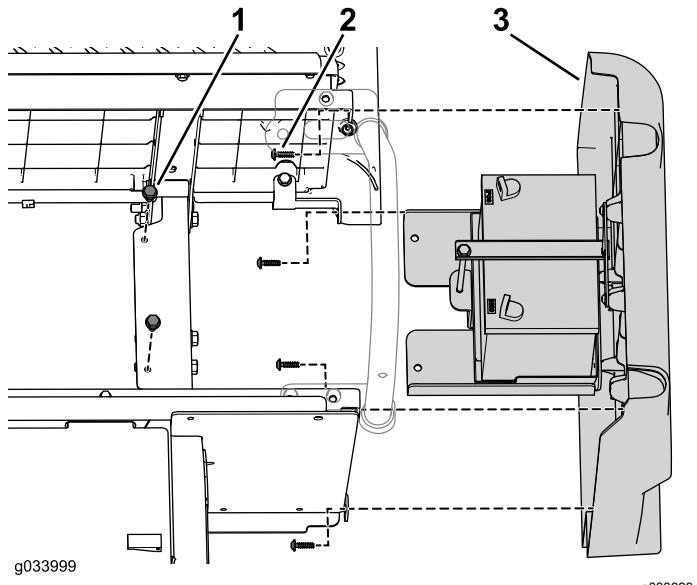

图8
8. 卸下将电池托盘固定到机架的 2 个凸缘头螺栓图8。
9. 拧下将右侧面板固定到下座椅组件的 4 个螺丝图8。
- 用之前卸下的 4 个螺丝固定右侧面板 图8。
- 用之前卸下的 2 个凸缘头螺栓将电池托盘固定至机架 图8。